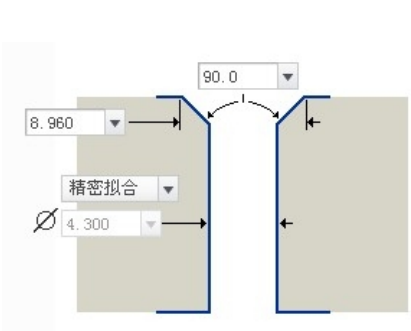

图 5.14.19 埋头螺钉过孔
- 在操控板中单击，再单击 **形状**，则螺孔形式如图 5.14.19 所示。